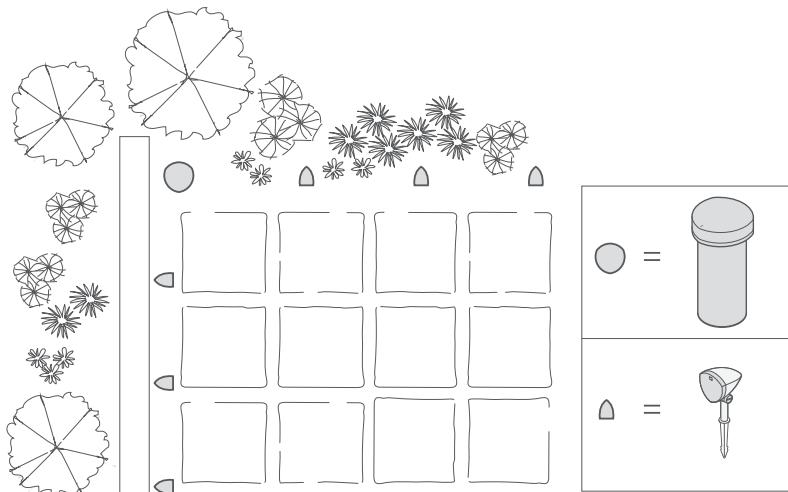

图 1
- 将低音炮放置在尽可能靠近卫星扬声器中心的位置，以实现低音炮和卫星扬声器之间的最佳频率平衡 (参见图 1 中的布局示例)。